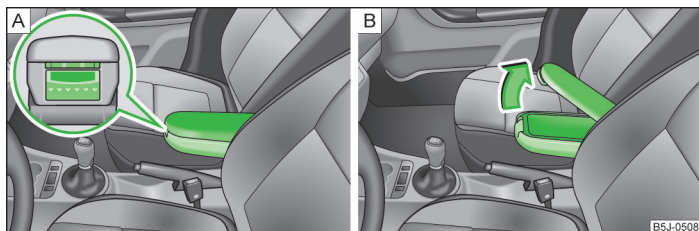

Fig. 74 Bracciolo: scomparto portaoggetti / apertura dello scomparto
- Premere il tasto inferiore posto sul lato anteriore del bracciolo » fig. 74 - **A**.
- Premere il tasto superiore e quindi ribaltare verso l'alto il coperchio dello scomparto portaoggetti » fig. 74 - **B**.